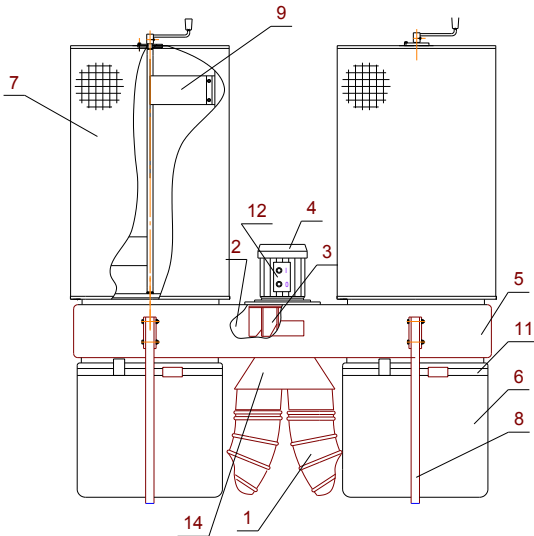
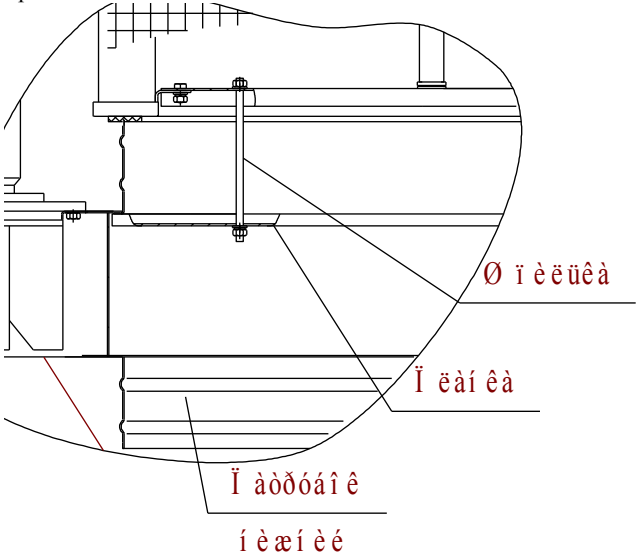

Рис. 5
Рис. 7
5.2 Воздушный поток (см. рис.5) по воздуховоду 1 через патрубок 13 поступает в центральную часть улитки 2 где вращающееся рабочее колесо 3, приводимое в действие электродвигателем 4, ускоряет поток и вводит его в корпус 5.
- 6.2.3 Собрать установку (рис.5). Монтаж кассеты на установку производить в соответствии с рис. 7.